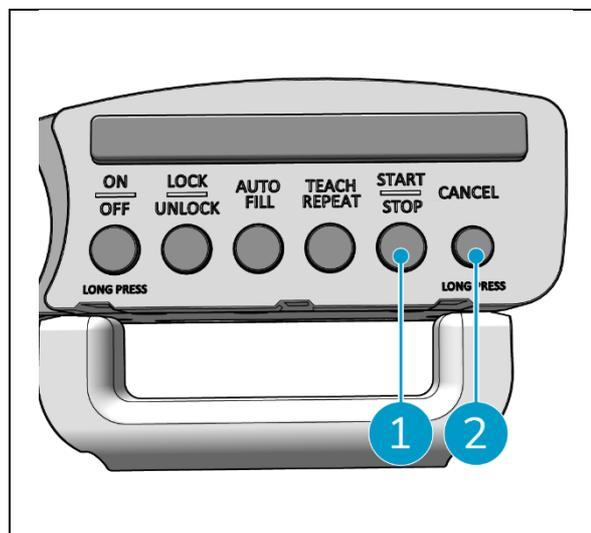

Figura 39
1. Posizionare i-walk davanti al codice QR. Il pulsante Start/Stop (Figura 39, pos. 1) lampeggia in blu quando il codice QR viene riconosciuto.
2. Tenere premuto il pulsante Annulla (Figura 39, pos. 2) per alcuni secondi. Un segnale acustico confermerà l'eliminazione di un percorso di pulizia.